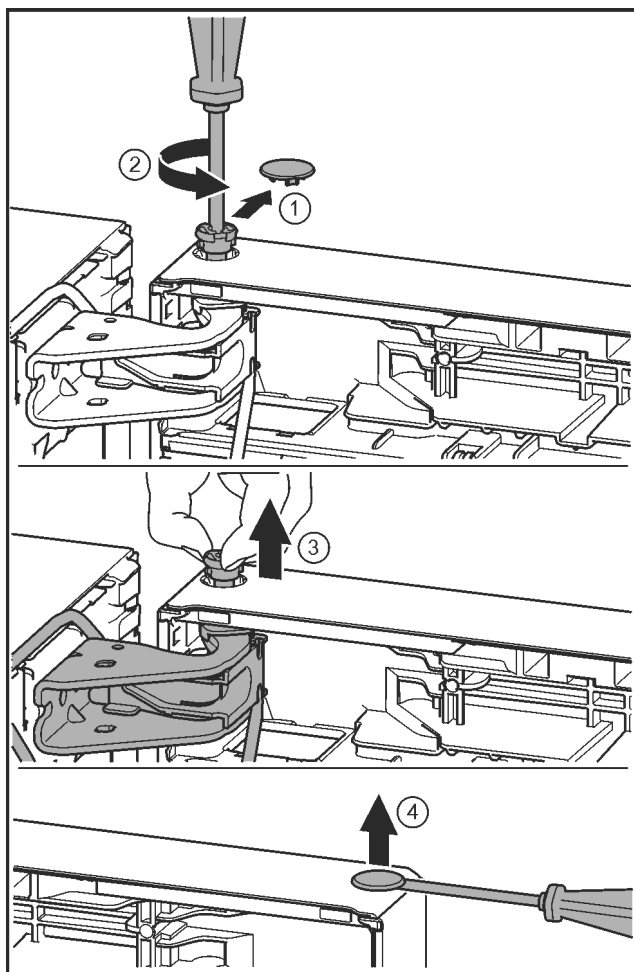

Fig. 21
- ▶ Retire la cubierta del seguro con cuidado. Fig. 21 (1)
- ▶ Desenrosque un poco el perno con el destornillador T15. Fig. 21 (2)
- ▶ Sujete la puerta y extraiga el perno con los dedos. Fig. 21 (3)
- ▶ Levante cuidadosamente el tapón del casquillo de cojinete de la puerta con un destornillador para tornillos de cabeza ranurada y extráigalo. Fig. 21 (4)